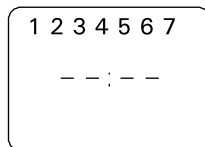

Рисунок 13.
- для подтверждения выбора однократно нажмите кнопку программирования [Ch1], после чего дисплей выглядит, как на рисунке. (Рис. 13)